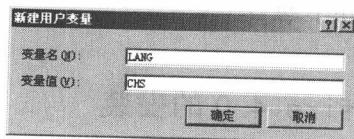

图 1-4 【新建用户变量】对话框
(3) 在【Administrator 的用户变量】选项组下方的按钮组中单击 **新建(N)** 按钮, 弹出【新建用户变量】对话框, 如图 1-4 所示。在此对话框中可以设置 Pro/E 系统界面使用的语言环境。